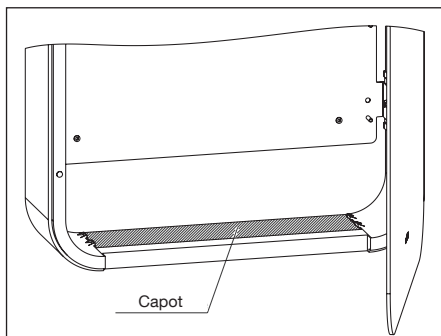

Fig. 4.11 Montage du capot
- Pousser le capot dans le corps jusqu'à ce que vous entendiez un clic et qu'il soit à fleur avec le bord extérieur du corps (voir fig. 4.11).